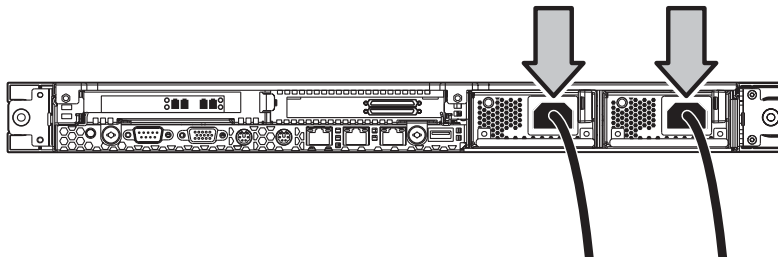

Figura 12 Conecte los suministros de alimentación del nodo a una fuente de alimentación de CA
4. Conecte el zócalo de entrada de CA de los suministros de alimentación del nodo a la fuente de alimentación de CA mediante los cables de alimentación suministrados (Figura 12).